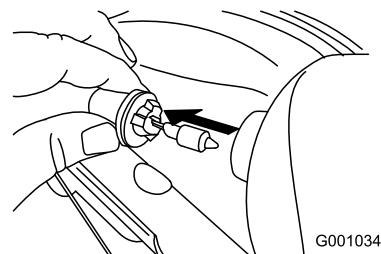

Bild 52
- Nehmen Sie die Glühbirne hinten am Scheinwerfer gerade heraus (Bild 52).